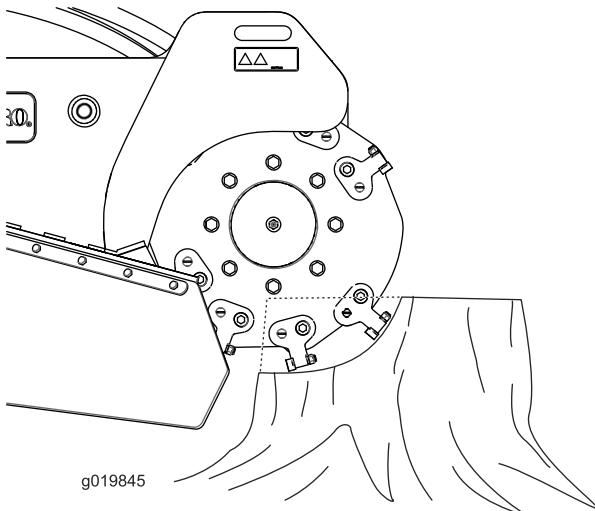

Figura 21
4. Utilizando a alavanca de controlo do triturador, gire o triturador lentamente na face do tronco, cortando lascas (Figura 21).
- Corte as extremidades do tronco para uma trituração mais eficiente. Assim que o espaço de corte estiver perto de 1/4 do diâmetro da roda (Figura 21), levante o triturador, avance e recomece a cortar na extremidade.